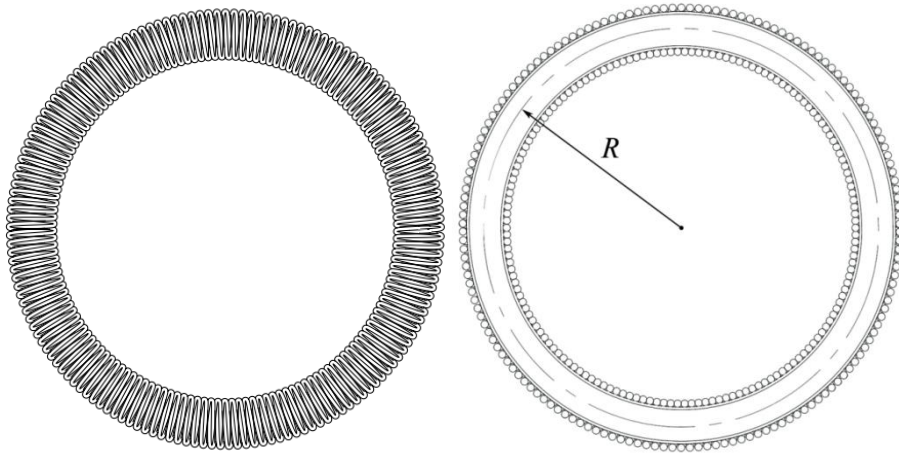
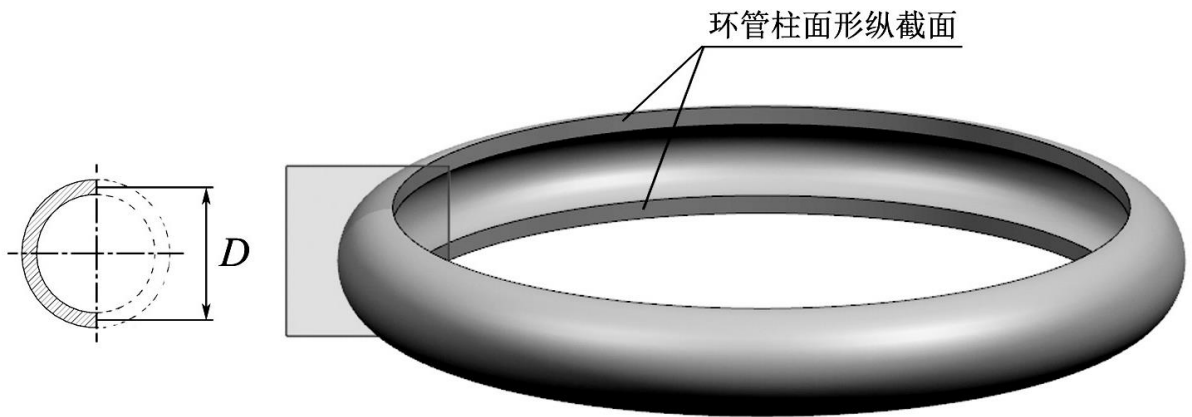

图 14
图 15
(1) 已知：钢丝缠绕圈数的最大值 n 为偶数，当环管外表面缠满钢丝但两端尚未连接时，钢丝最大拉力为 P 。环管外表面缠满钢丝后将钢丝两端互相连接(参见图 14)，并让钢丝缓慢松弛。求此时：
- ① (3分) 钢丝的伸长量 Δl_0 ；
- ② (2分) 钢丝的张力 F_0 ；
- ③ (5分) 环管横截面上的应力 σ_r 及环管柱面形纵截面(参考图 15)上的应力 σ_ν 。